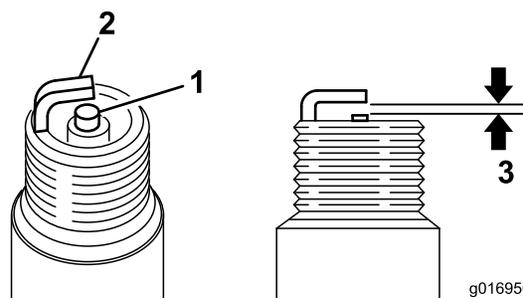

Рисунок 39
3. Установите зазор в пределах от 0,6 до 0,7 мм, как показано на Рисунок 39. Установите свечу зажигания с правильным зазором и надежно затяните ее с моментом 23 Н·м.